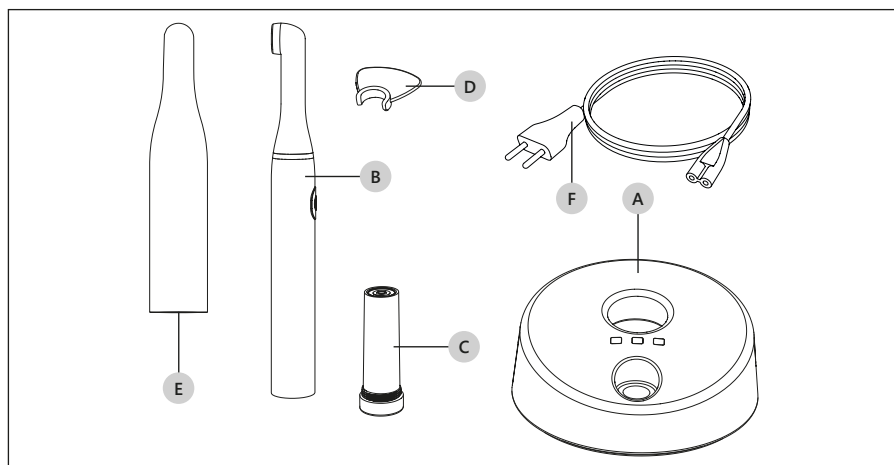
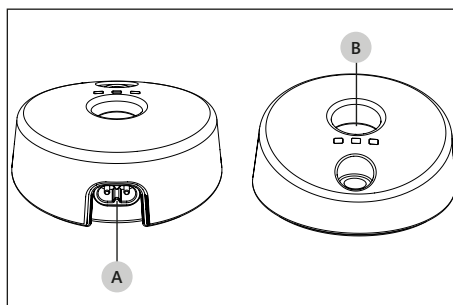

Figura 5 – Lista componentelor
Figura 6 – Bază de reîncărcare.
⚠ ATENȚIE: Reîncărcați bateria folosind exclusiv stația de reîncărcare Mectron (*Figura 5 la pagina 8 - Ref. A*). Nu încercați să o reîncărcați cu încărcătoare de baterie de uz general. Pericol de explozie și de incendiu.
Consultați Figura 5 la pagina 8:
⚠ PERICOL: Nu introduceți obiecte metalice în suportul pentru piesa de mână de pe stația de reîncărcare (Figura 6 la pagina 10 - Ref. B) când aparatul este pornit.
2. Introduceți cablul de alimentare cu curent electric (Figura 5 la pagina 8 - Ref. F) în racordul de pe partea posterioară a aparatului (Figura 6 la pagina 10 - Ref. A) și apoi în priza de perete. Ledul verde „power” se va aprinde (Tabelul 1 la pagina 11 - Ref. A).
1. Introduceți piesa de mână, cu tot cu blocul bateriei, în locașul de pe stația de reîncărcare (Figura 6 la pagina 10- Ref. B). Ledul galben battery se aprinde (Tabelul 1 la pagina 11 - Ref. B).
1. Introduceți piesa de mână în locașul de pe stația de reîncărcare (Figura 6 la pagina 10 - Ref. B). Ledul galben battery se aprinde (Tabelul 1 la pagina 11 - Ref. B).
ⓘ ATENȚIE: Reîncărcați bateria folosind exclusiv stația de reîncărcare Mectron (Figura 5 la pagina 8 - Ref. A). Nu încercați să o reîncărcați cu încărcătoare de baterie de uz general. Pericol de explozie și de incendiu.